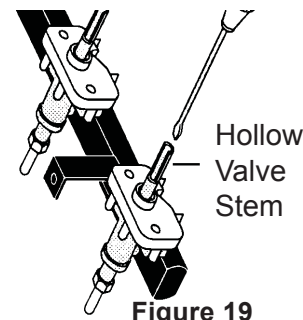

Figure 19
- Insérez un tournevis à pointe fine dans la tige creuse du robinet et insérez dans la tête de la vis. La hauteur de la flamme peut être augmentée ou diminuée en tournant la vis. Tournez la vis dans le sens anti-horaire pour augmenter la dimension de la flamme. Tournez la vis dans le sens horaire pour diminuer la dimension de la flamme (Figure 19).